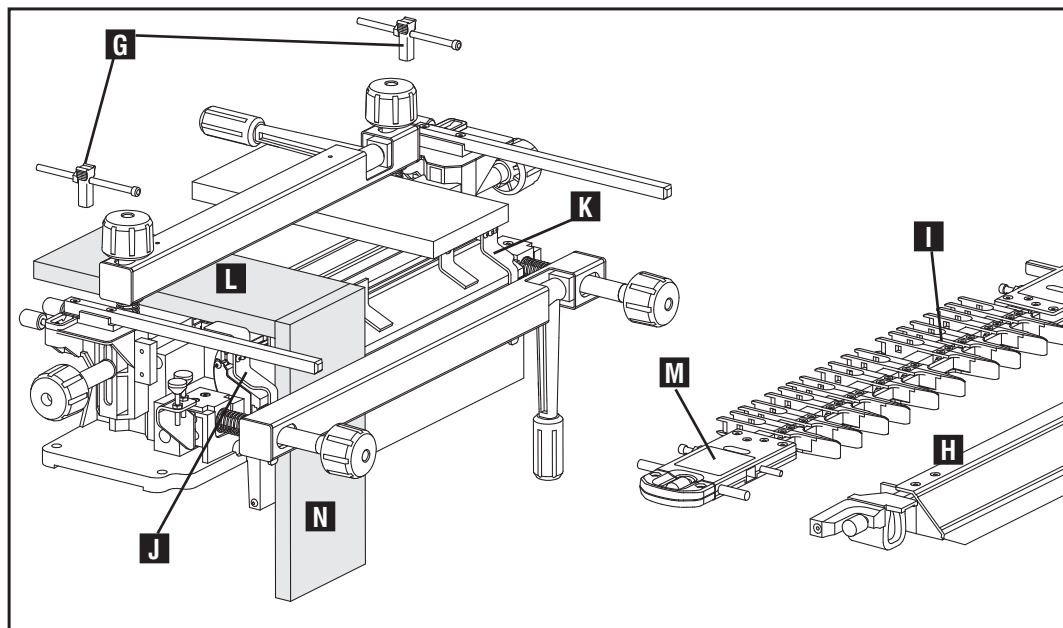

Fig. E4
1. Insérez la butée appropriée (G), Fig. E4, selon le Guide d'installation des queues d'aronde.
2. Enlevez la barre stabilisatrice (H) et le gabarit (I).
3. Le bord noir du guide (J) devrait être à gauche et le bord argent du guide (K) devrait être à droite.
4. Effectuez le montage de la planche-goujon (L) (tiroir frontal) dans la position horizontale avec la « surface extérieure » placée vers le bas.